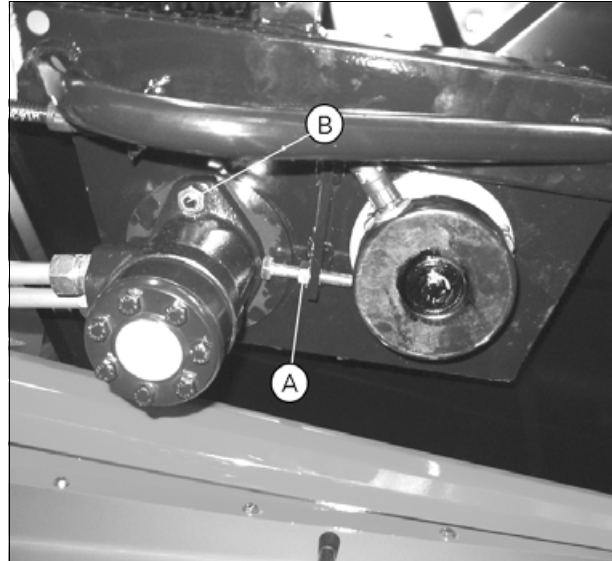

Рис. 5.
4. Натяните цепь при помощи прижимного винта (А) *рис. 5*. Затем затяните болты (В) *рис. 5*.